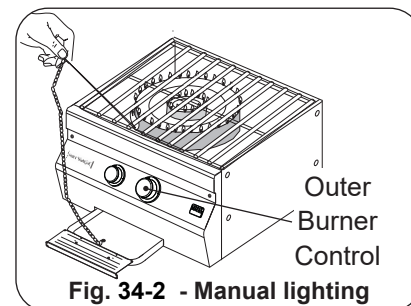

Fig. 34-2 - Manual lighting
**AVERTISSEMENT:** Ne mettez pas la main directement au-dessus du brûleur en s'allumant mais au loin au côté comme montré (Fig. 34-2).
- 2a. Insérez un allumeur brûlant de butane de long-baril, une allumette brûlante de long-tige, ou une allumette brûlante tenue par un support de prolongation de fil par les grilles à cuire au brûleur désiré à allumer (Fig. 34-2). Avec la flamme toujours à côté du brûleur, diminuez le bouton de commande de correspondance (bouton externe de droite de brûleur, brûleur intérieur laissés le bouton), et tout en pressant le tour il dans le sens contraire des aiguilles d'une montre dans la position **LÉGÈRE** de HI. Enlevez l'allumeur ou assortissez quand le brûleur s'allume, et libérez le bouton de commande.
3. Si le brûleur ne se allume pas dans les cinq (5) secondes de tourner le bouton de commande, tournez immédiatement le bouton de commande de brûleur à la position de repos. **ATTENDEZ CINQ MINUTES** avant de répéter les étapes 2 et 3 des **INSTRUCTIONS MANUELLES D'ÉCLAIRAGE**.